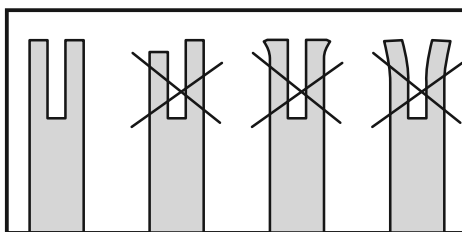

Fig. 64
5. Verifique regularmente a ranhura da guia quanto a desgaste anormal. Ambos os lados da ranhura devem permanecer à mesma altura quando vistos ao longo da extremidade da mesma. Um desgaste anormal, conforme ilustrado na Fig. 64, indica que a guia tem de ser substituída.